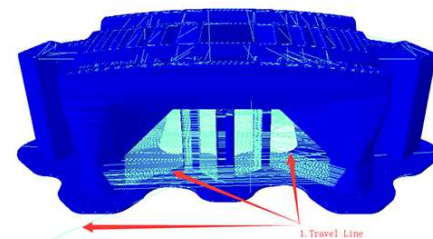

图 15
8.空走速度（单位mm/s）：即喷头不挤出料丝时的移动速度，如图 15中的箭头所指部分路径；**建议支撑表面速度范围为：10-150mm/s议速度为：10-35mm/s。**